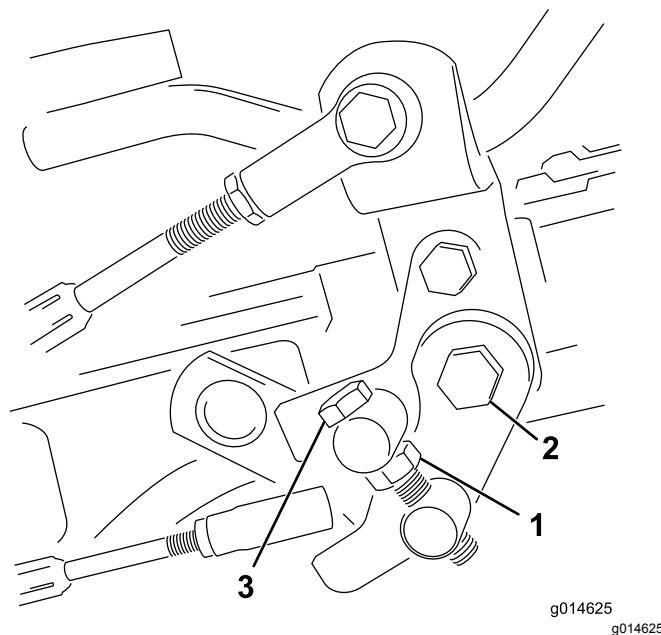

Figura 40
1. Liberte a porca de retenção do parafuso do eixo (Figura 40).
4. Aperte a porca de retenção no parafuso do eixo e a porca na articulação do pedal para bloquear o ajuste (Figura 40). Verifique o ajuste e ajuste se for necessário.